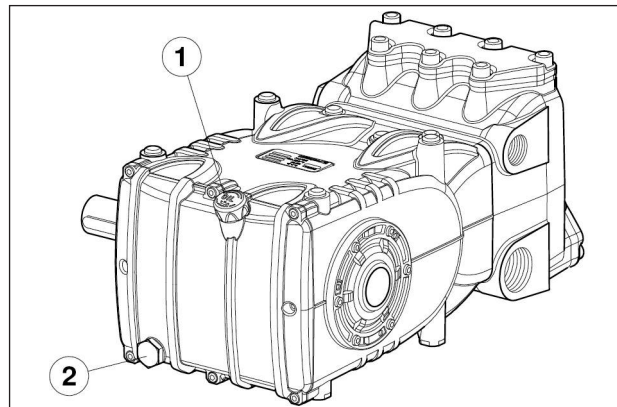

Fig. 3
Verifique o nível de óleo, e se necessário, reabasteça através da haste do nível do óleo pos. ①, Fig. 3.
O controle correto do nível do óleo é realizado com a bomba em temperatura ambiente, a troca do óleo é executada com bomba em temperatura de trabalho, removendo: a haste do nível do óleo pos. ① e, em seguida, o tampão pos. ②, Fig. 3. O controle do óleo e a troca são efetuados conforme indicado na tabela do capítulo 11.
Use uma sonda de temperatura para introduzir no interior do dreno do óleo, pos. (2) fig.3. Veja manual de "PROTEÇÃO CONTRA EXPLOSÃO ATEX".